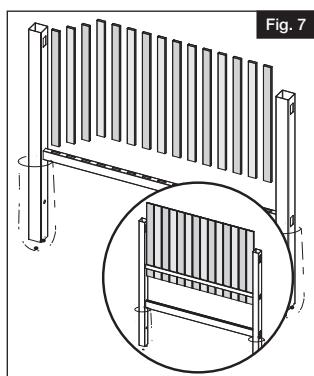

Fig. 7
- b. En partant du côté gauche, insérer les barreaux ou les planches dans la traverse inférieure (Fig. 7).